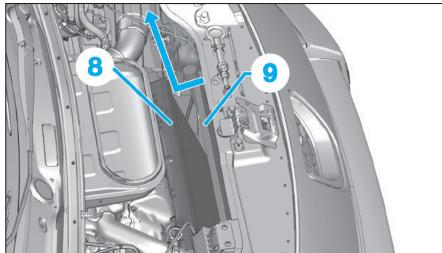

Fig. 8
- Écarter le radiateur de refroidissement moteur (8) (Fig.8).
- Déposer le condenseur (9) suivant le sens de la flèche.